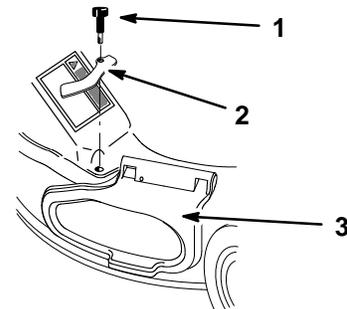

**Abbildung 33**
5. Die vier Tüllen, die dem Graskorb beiliegen, in den vier rechteckigen Öffnungen im Rasenmäher anbringen (Abb. 33).